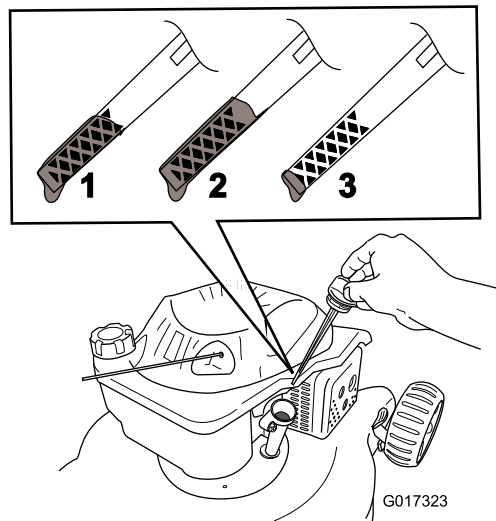

Figura 6
2. Retire la varilla (Figura 6).
5. Observe en la varilla el nivel de aceite (Figura 6).